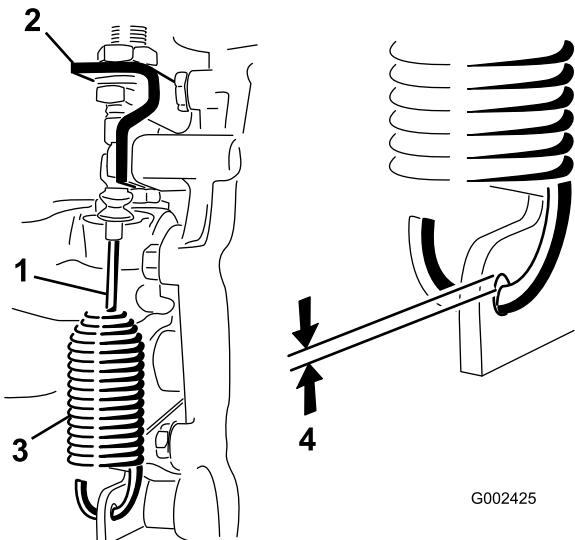

Figura 47
2. Afloje las contratuerzas que sujetan el cable de bloqueo del diferencial al soporte del transeje (Figura 47).